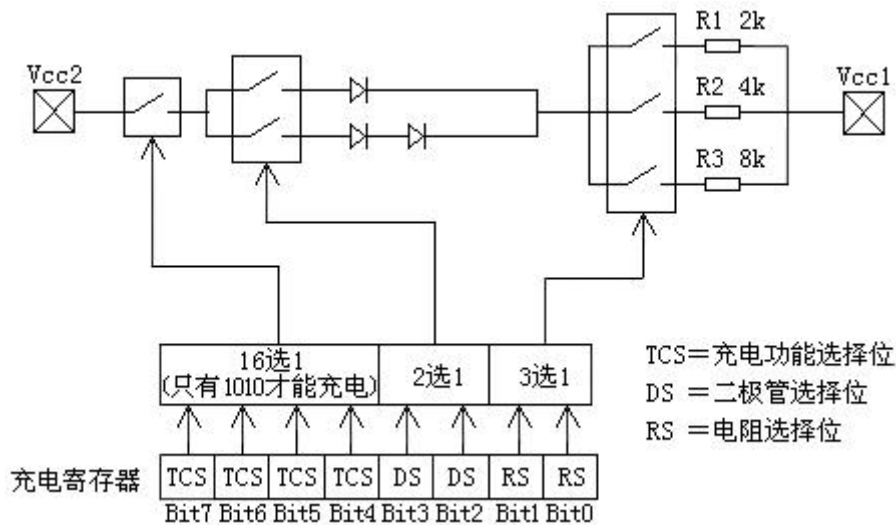

图 4 DS1302 可编程慢速充电器
如图 4 所示，时钟/日历包含在 7 个写/读寄存器内。包含在时钟/日历寄存器内的数据是二—十进制（BCD）码。
这个寄存器控制 DS1302 的慢速充电特性。图 4 的简化电路表示慢速充电器的基本组成。慢速充电选择 (TCS) 位 (位 4-7) 控制慢速充电器的选择。为了防止偶然的因素使之工作，只有 1010 模式才能使慢速充电器工作，所有其它的模式将禁止慢速充电器。DS1302 上电时，慢速充电器被禁止。二极管选择 (DS) 位 (位 2-3) 选择是一个二极管还是两个二极管连接在 Vcc2 与 Vcc1 之间。如果 DS 为 01，那么选择一个二极管；如果 DS 为 10，则选择两个二极管。如果 DS 为 00 或 11，那么充电器被禁止，与 TCS 无关。RS 位 (位 0-1) 选择连接在 Vcc2 与 Vcc1 之间的电阻。电阻选择 (RS) 位选择的电阻如下：
时钟/日历命令字节可规定多字节工作方式。在此方式下，最先 8 个时钟/日历寄存器可以从地址 0 的第 0 位开始连续地读或写（见图 4）。